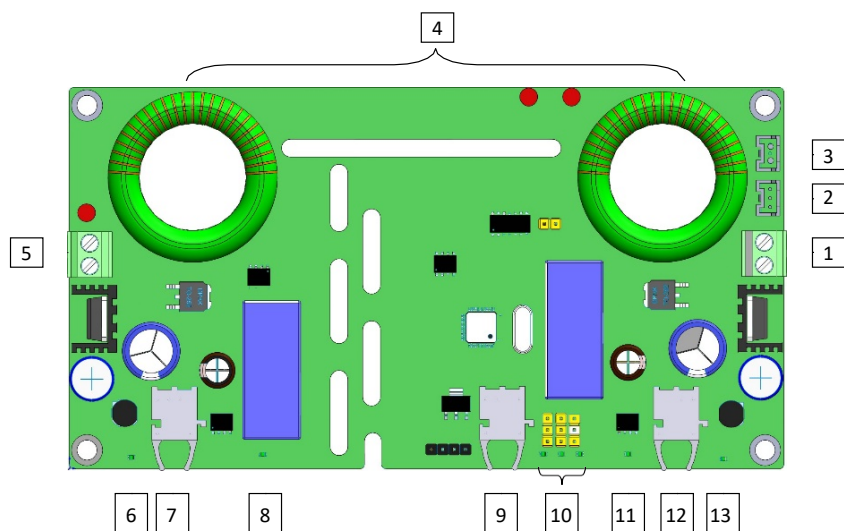

Рисунок 4 Внешний вид платы драйвера
3. Плата драйвера. Внешний вид указан на рис.4, а элементы в таблице 9